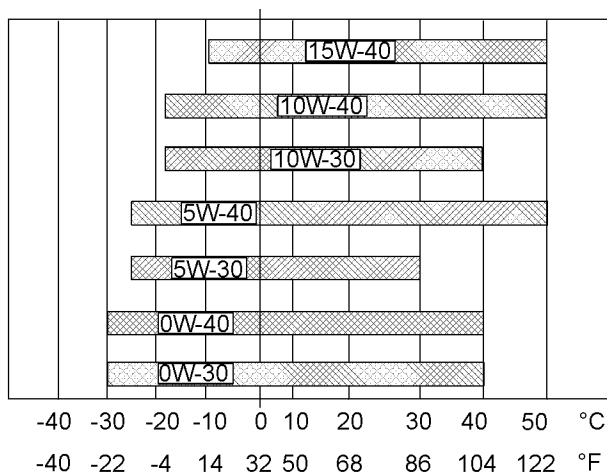

Abbildung 25
Zur Bestimmung der notwendigen Ölviskosität zum Starten eines kalten Motors siehe Abbildung 25 (minimale Temperatur).
Zur Bestimmung der notwendigen Ölviskosität für den Motorbetrieb bei der höchsten zu erwartenden Umgebungstemperatur siehe Abbildung 25 (maximale Temperatur).
- Siehe die entsprechenden "Schmierstoffviskositäten". Siehe die entsprechende Abbildung 25, um den richtigen Viskositätsgrad für den Motor zu bestimmen.